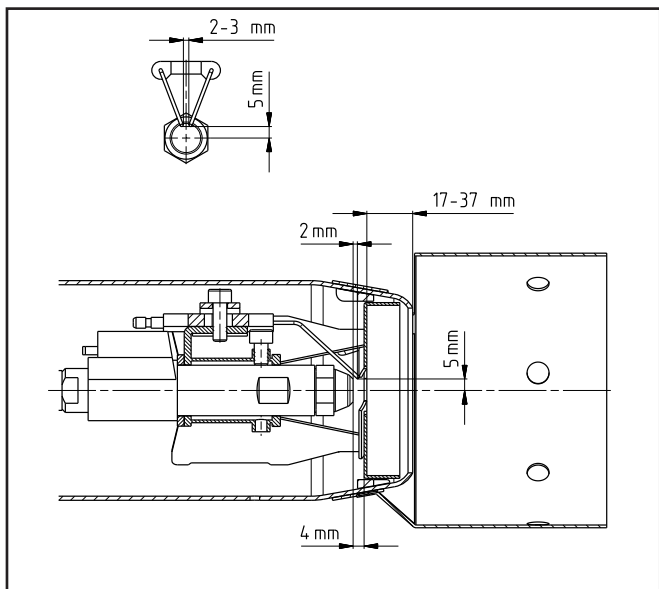

Figura 10
- Distancia entre el difusor de llama (1) y el inyector (3) (véase la figura 10).
- Instalar el difusor de llama (1) y atornillar el tornillo (2).
- Verificar y/o volver a ajustar las referencias de los electrodos de encendido (véase la figura 10).